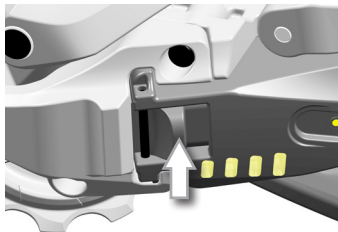
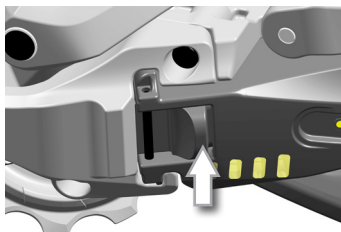

Fig.5
Fig.6
- Bloccate la batteria facendo scorrere il tasto di bloccaggio fino al contatto con il perno (Fig. 5 / Fig. 6).